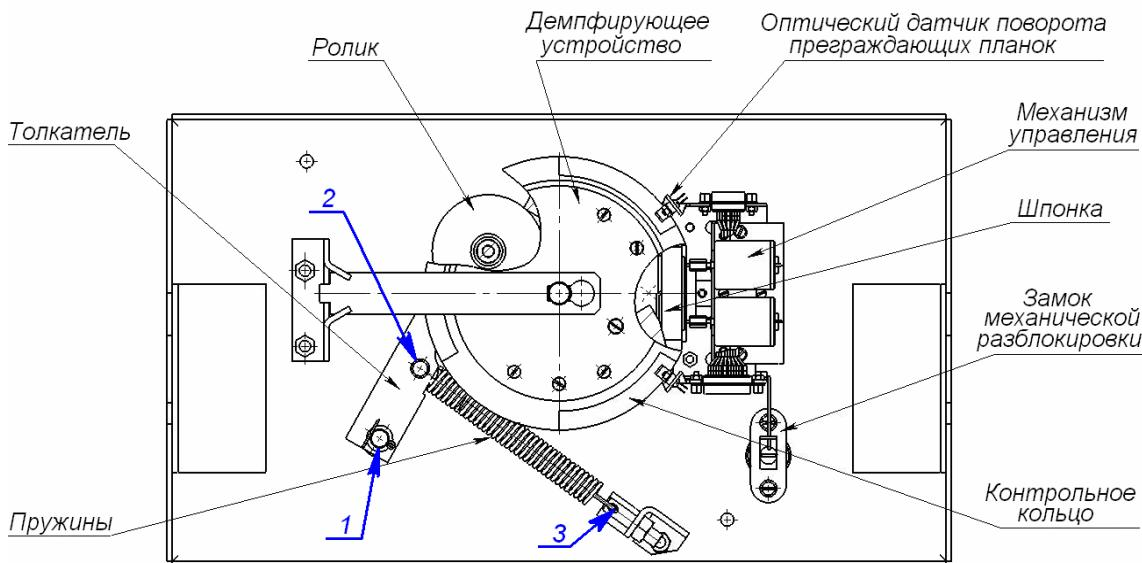

Рисунок 14. Расположение внутренних деталей и узлов стойки ЭП
2. Снимите крышку (3) в порядке, указанном в разд. 6 и положите ее на ровную устойчивую поверхность.
3. Осмотрите устройство доворота (толкателем, пружины и ролик), оптические датчики поворота преграждающих планок и демпфирующее устройство (см. рис. 14).
- четыре втулки на устройстве доворота – две на оси вращения толкателя и две на оси крепления пружин, а также отверстия в деталях крепления пружин, по две – три капли масла в каждое место смазки (места смазки указаны на рис. 14);
- механизмы секретности замка механической разблокировки (7) и замка крышки (4) со стороны замочной скважины.